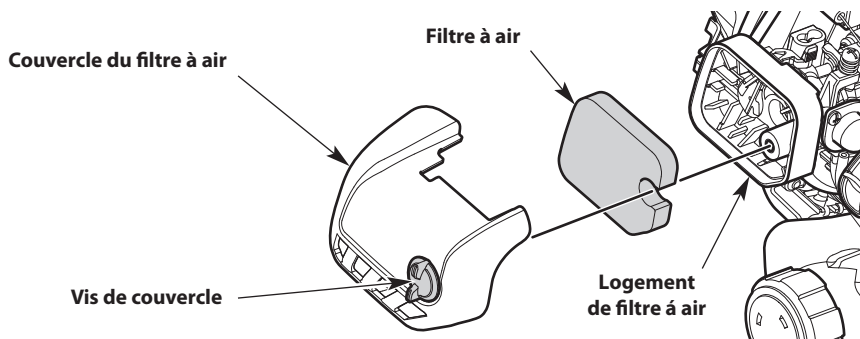

Fig. 20
1. Ouvrez le couvercle du filtre à air en desserrant la vis du couvercle (Fig. 20).
2. Retirez le filtre à air du logement du filtre à air (Fig. 20).
6. Réinstallez le filtre à air dans le logement du filtre à air (Fig. 20).